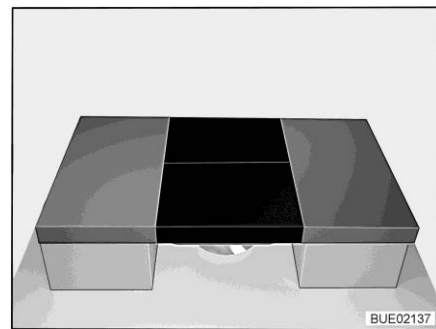

Bild 167 Efter ombyggnaden
- Lägg två extra dynor på bordet (se Bild 167).